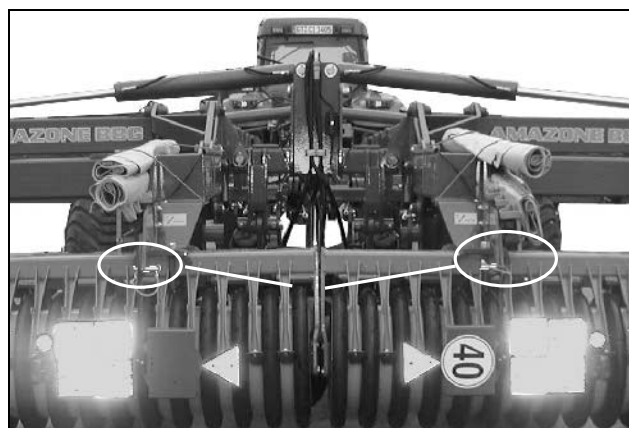

Fig. 38
- Belysning (**Fig. 38**) placeres i transportstilling, og sikres og låses med boltene (**Fig. 38/1**).